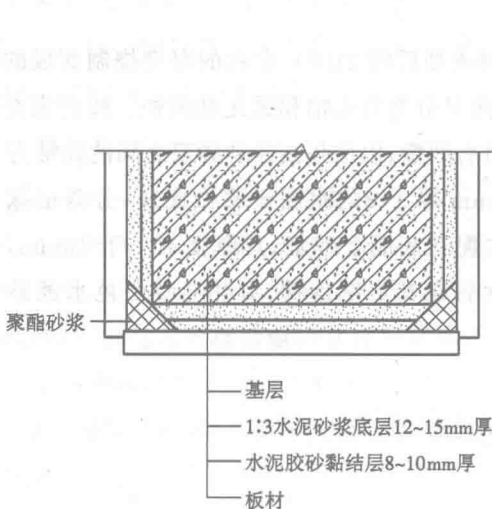
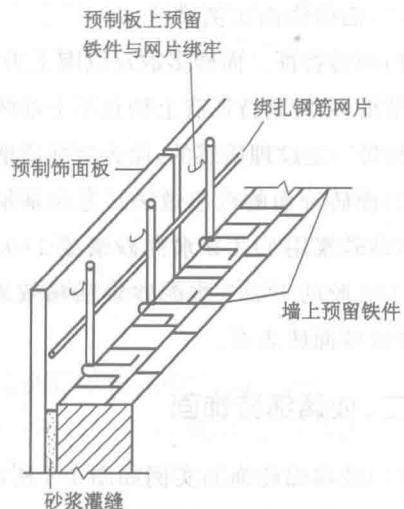

图 1-6 聚酯砂浆粘贴实例
图 1-7 人造石材饰面板安装实例
(1)人造石材饰面实例,如图 1-6 和图 1-7 所示。
无机胶结型人造大理石饰面和复合型人造大理石饰面的构造,主要应根据其板厚来确定。对于厚板,其铺贴宜采用聚酯砂浆粘贴的方法。聚酯砂浆的胶砂比一般为 1:4.5~1:5.0,固化剂的掺用量视使用要求而定,如图 1-6 所示。对于薄板,其构造方法比较简单,首先用 1:3 水泥砂浆打底,黏结层以 1:0.3:2 的水泥石灰混合砂浆或水泥:108 胶:水=10:0.5:2.6 的 108 胶水泥浆,然后镶贴板材。
人造石材饰面安装实例如图 1-7 所示。